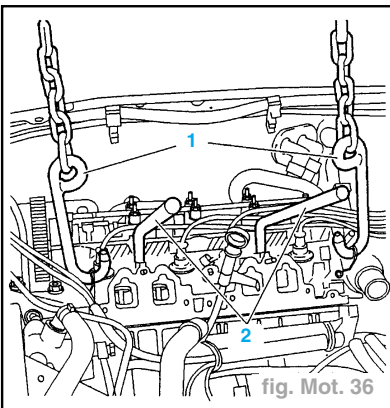

fig. Mot. 36
- Poser les outils (1) et (2) (références : **2517-TB et 149-T**) (fig. Mot. 36).